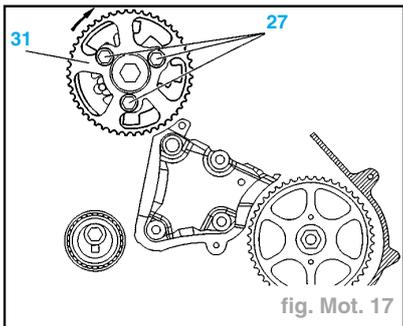

fig. Mot. 17
- Resserrer les vis (27) (à la main) (fig. Mot. 17).